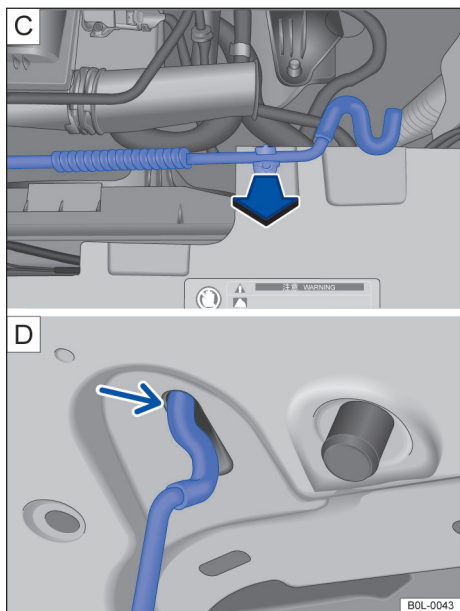

图 136 [C] 发动机舱内：支架中的发动机舱盖支撑杆；[D] 发动机舱盖上：发动机舱盖支撑杆的支座
- 将发动机舱盖支撑杆沿箭头方向从支座中取出 → 图 136 [C]，然后插入发动机舱盖上的开口内 → 图 136 [D]（箭头）。
- 摘下发动机舱盖支撑杆，然后卡入前围支架中的支座内 → 图 136 [C]。